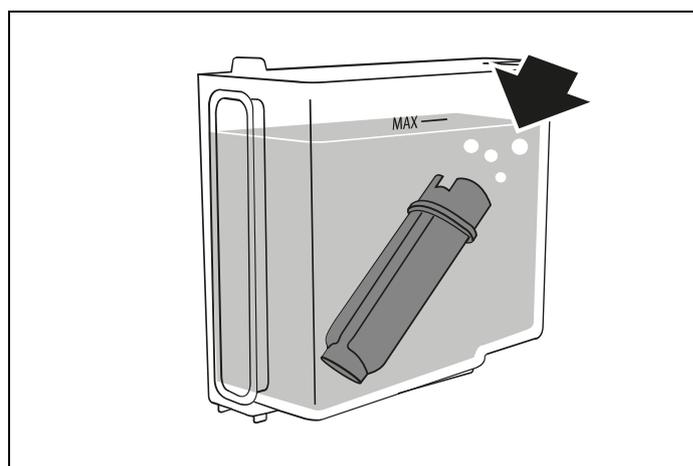

Fig. 62
- 3) **Plonger le filtre dans le réservoir et laisser sortir les bulles d'air** (Fig. 62) : Insérez le filtre dans le réservoir d'eau et plongez-le complètement pendant une dizaine de secondes, en l'inclinant et en appuyant légèrement dessus pour permettre aux bulles d'air de s'échapper. Appuyez sur  NEXT ;